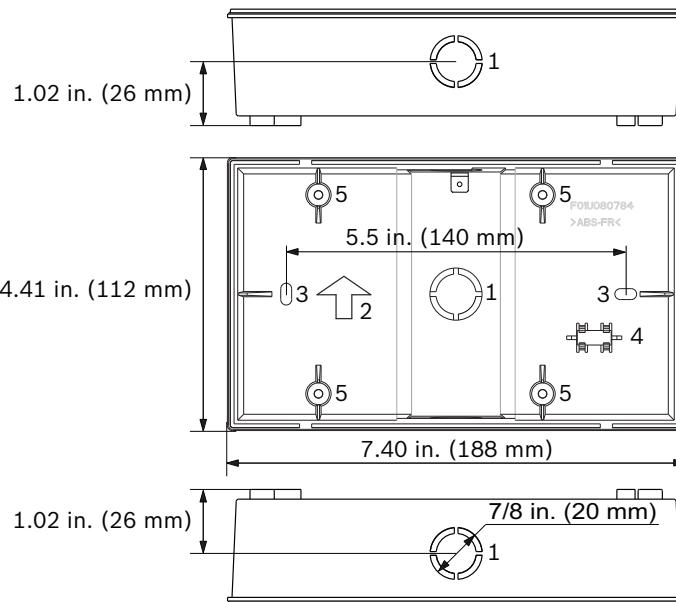

Figura 4.2 Caja Posterior del Centro de Comando Remoto FMR-1000-RCMD
- La caja posterior cuenta con tres salidas para conexiones de ducto de 1,27 cm (1/2 pulg.) en la parte posterior, inferior y superior (consulte la *Figura 4.2*, elemento 1). Para abrir la conexión de ducto en forma sencilla, reiture la tapa de salida desde el interior de la caja.
- Instale la caja posterior de modo que la flecha apunte hacia arriba (consulte la *Figura 4.2*, elemento 2).
3. Utilice la caja posterior como plantilla para marcar la ubicación de los orificios de montaje (consulte la *Figura 4.2*, elemento 3). Cree una apertura en la superficie de montaje para los cables. Coloque los tornillos. De momento no ajuste los tornillos.
4. El nivel de burbuja integrado permite nivelar horizontalmente y fijar la base sin necesidad de utilizar otras herramientas (consulte la *Figura 4.2*, elemento 4).
3. Haga pasar los cables a través de una de las salidas de la base del anunciador (montaje en superficie) o de la caja eléctrica de 3 acometidas (montaje empotrado). Consulte la *Figura 4.2* en la *Página 20* para ver dónde se encuentra la entrada de los cables en la caja posterior.
5. Para un montaje en superficie con la caja posterior: fije la base. Utilice el nivel de burbuja para asegurarse de que la caja posterior quede perfectamente horizontal. Consulte la *Figura 4.2* en la *Página 20*.